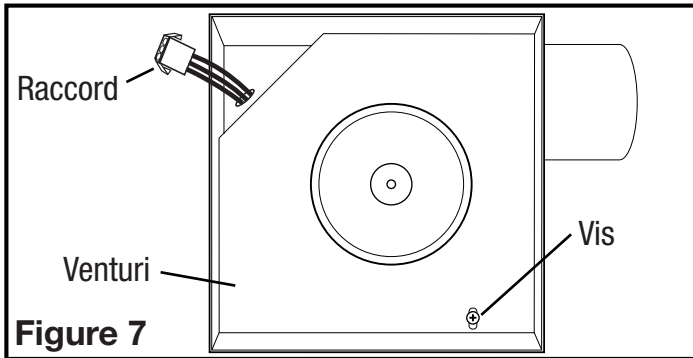
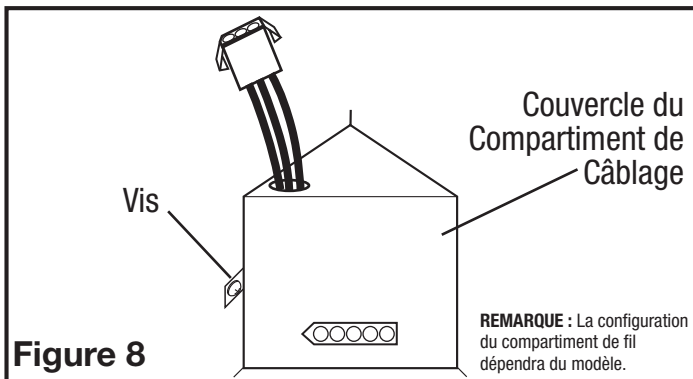

Figure 7
Figure 8
- 1b. **Compartiment de Câblage Intérieur** : enlever le vis retenant en place l'assemblage de la soufflante et soulever pour sortir l'assemblage hors du châssis (**Figure 7**). Enlever le vis du couvercle du compartiment à câblage et mettre ce couvercle dans un endroit fiable (**Figure 8**).